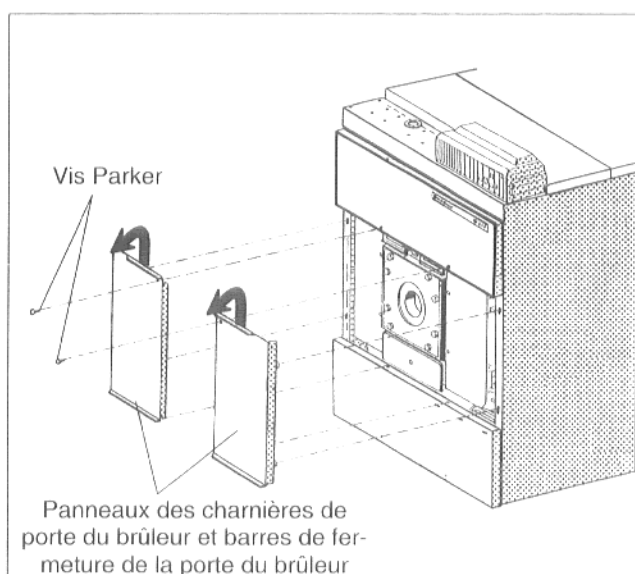

Fig. 57
- Desserrer les vis Parker des panneaux des charnières de la porte du brûleur et barres de fermeture du brûleur (Fig. 57).